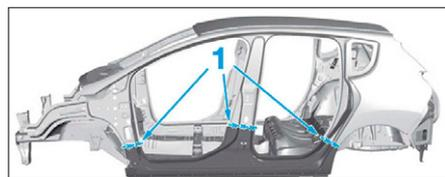

FIG. 95
- Tracer en (1) puis découper (**Fig.95**).